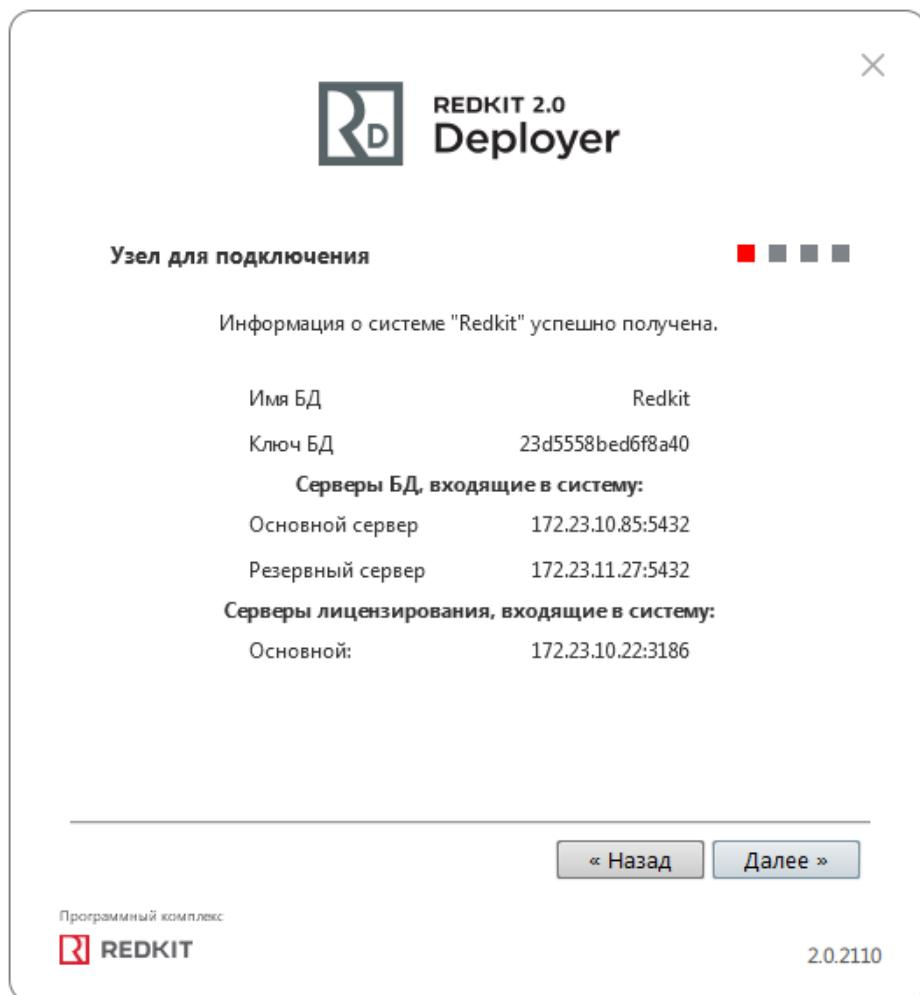

Рисунок 59 - Информация
5. Ознакомьтесь с информацией о системе Redkit и нажмите **Далее** (Рисунок 59).